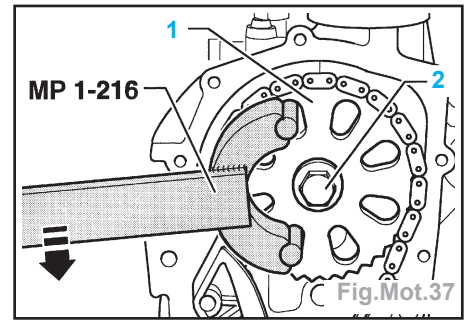

Fig.Mot.37
- Faire tourner jusqu'à la butée la roue de chaîne de l'arbre à cames (1) avec le contre-appui **MP1-216** dans le sens contraire de rotation du moteur (flèche), maintenir la roue de chaîne de l'arbre à cames dans cette position et serrer la vis (2) à **20 Nm + 90°** (Fig.Mot.37).